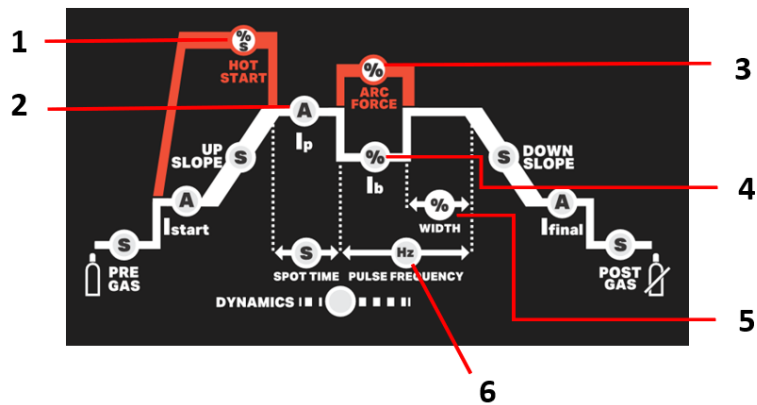

Fig. 1 – Paramètres MMA
Pour TP 164-224 DC (Voir les Article de la Fig. 1)
- Ajuster la valeur du courant au diamètre de l'électrode (Fig.1 - 2), selon le tableau suivant, pour régler les machines en fonction de l'électrode à utiliser et commencer à souder.